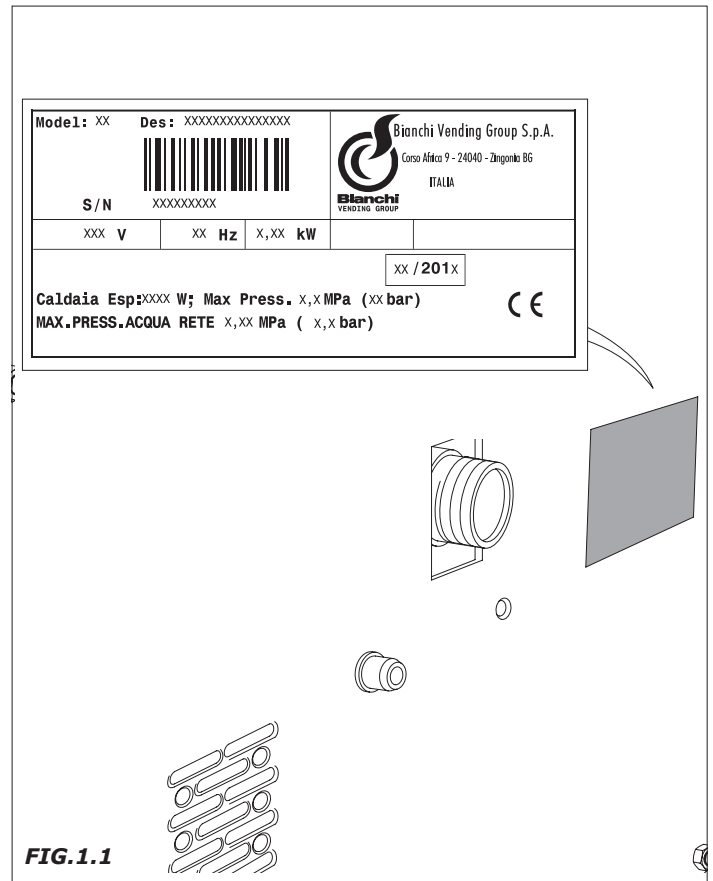

FIG.1.1
- os dados indicados sobre a matrícula (Fig.1.1)